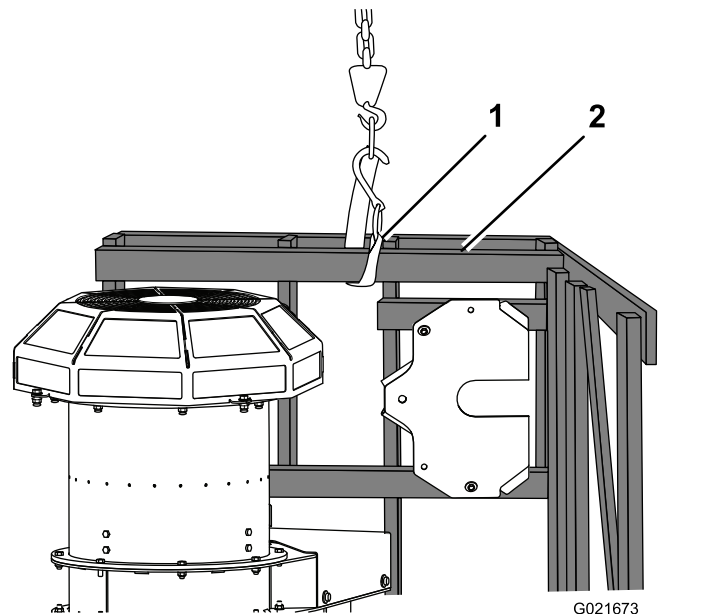

Figura 4
4. Prenda uma cinta à extremidade superior e eleve a paleta até que a grade e soprador fiquem na vertical (Figura 4).